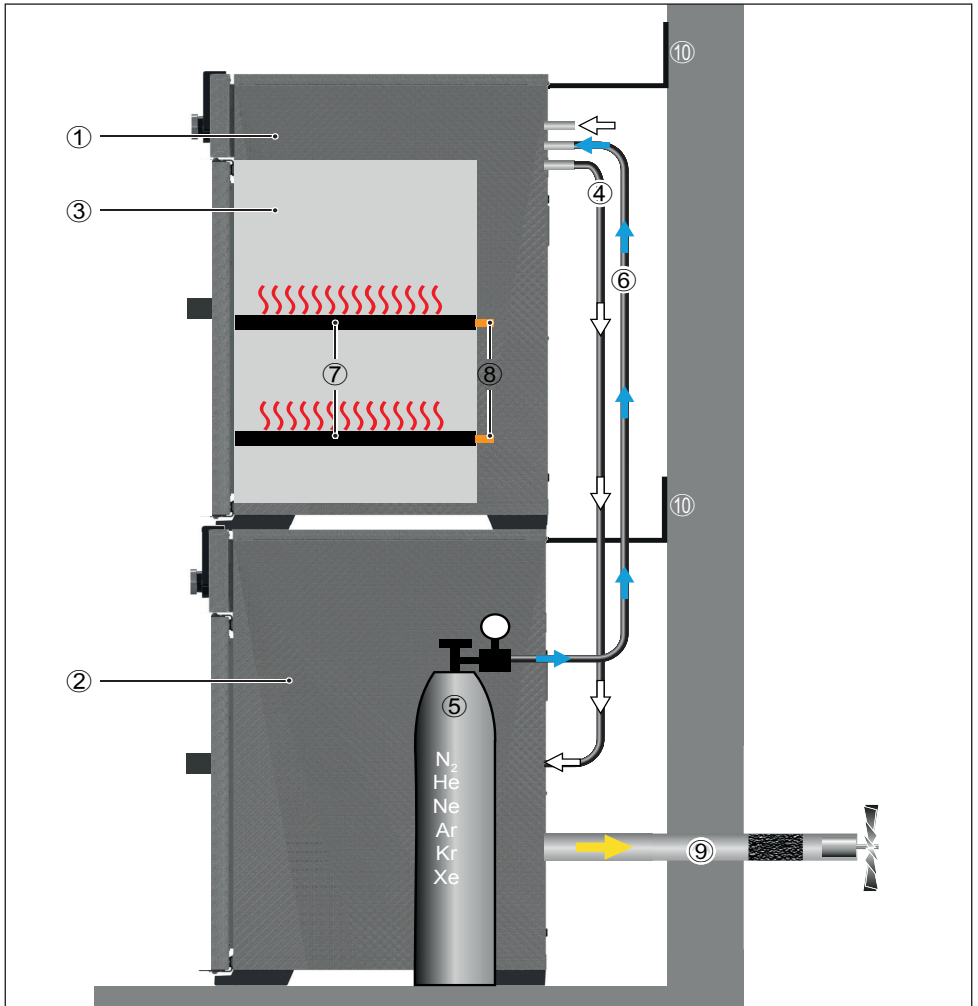

Abb. 3 Funktion von Vakuumschränken VO in Verbindung mit einem Pumpenmodul
Die Geräte der Typenreihe VO (Abb. 3 ①) können in Verbindung mit einem Memmert-Pumpenmodul ② oder einer anderen geeigneten Vakuumpumpe einen Unterdruck in der Arbeitskammer ③ erzeugen. Durch den Vakuumeingang auf der Rückseite des Geräts ④ wird der Arbeitsraum durch die Pumpe evakuiert.